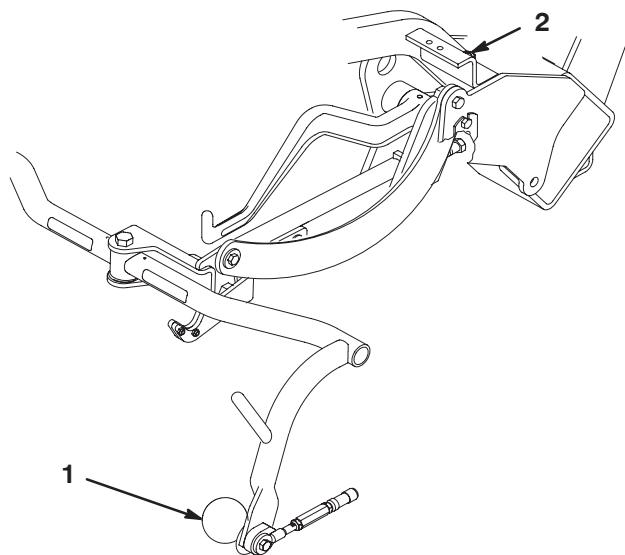

Figure 10
- Si un réglage est nécessaire, desserrez l'écrou de blocage de la vis d'arrêt du bâti porteur (Fig. 10) et tournez la vis dans un sens ou dans l'autre pour éléver ou abaisser le bâti porteur. Serrez l'écrou de blocage une fois le réglage effectué.